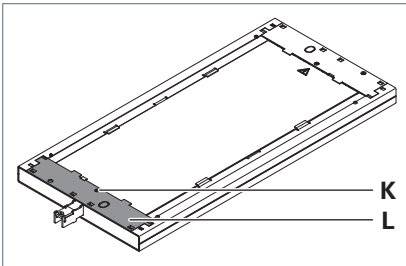

Fig. 5: Abdeckung entfernen.
- Drehen Sie die Schraube **K** aus der Abdeckung **L** siehe Fig. 5.